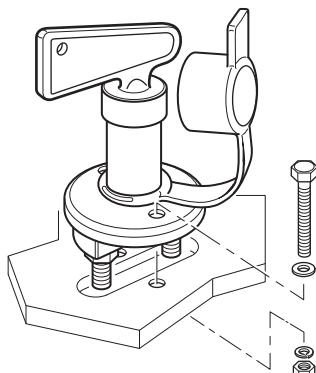

Abb. 48
- Batterietrennschalter an geeigneter Stelle im Fahrzeug einbauen und mit den mitgelieferten Schrauben befestigen (Abb. 48).